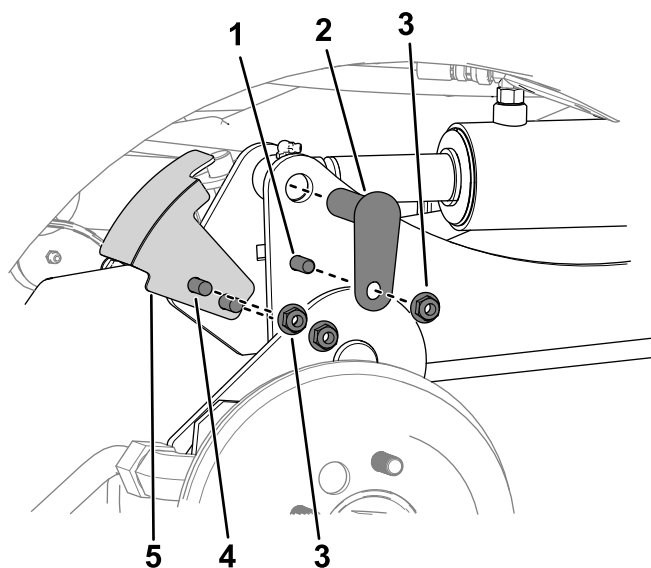

Figura 3
- B. Remova os dois parafusos de carroçaria e duas porcas ( $\frac{3}{8}$  pol.) que prendem o suporte do sensor ao braço de elevação direito (Figura 3).
- C. Remova os dois parafusos ( $\frac{3}{8} \times 1\frac{1}{4}$  pol.), duas porcas ( $\frac{3}{8}$  pol.) e dois pinos pequenos que prendem os braços de elevação aos cilindros (Figura 3).